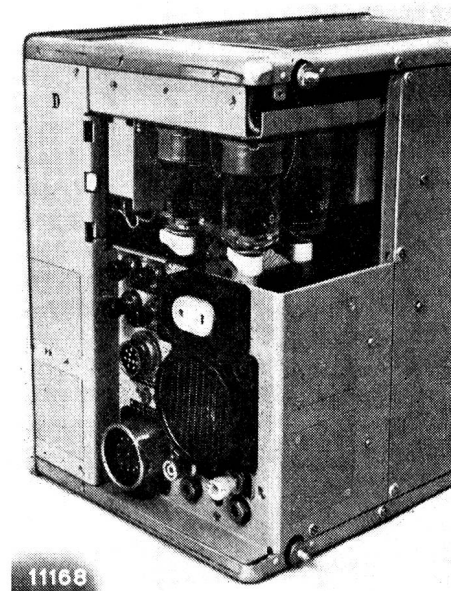

Fig. 37
**7.2.1. Der Röhrenwechsel.** Zum Auswechseln einer Röhre muss das Gerät, nach dem Lösen der vier unverlierbaren Schrauben auf der Rückseite, aus dem Gehäuse herausgezogen werden. Dann ist die Rückwand für das Chassis D, oder für die übrigen Chassis abzunehmen (Fig. 37).